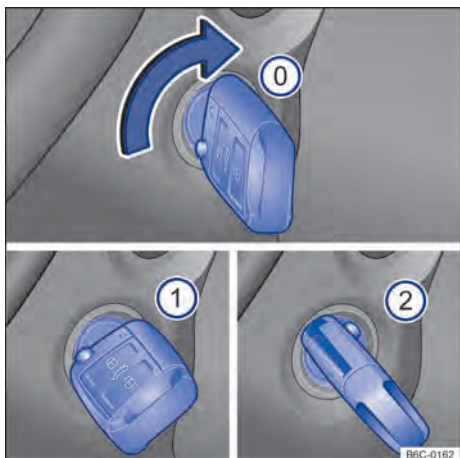

Fig. 91 Ao lado do volante, à direita: posições da chave do veículo no cilindro da ignição.
Posições da chave do veículo → Fig. 91
- ① Ignição desligada. A chave do veículo pode ser retirada.
- ① Ignição ligada.
- ② Pisar no pedal do freio (*veículos com transmissão automática*), ou no pedal da embreagem (*veículos com transmissão manual*) e ligar o motor. Quando o motor pegar, soltar a chave da ignição. Ao soltar, a chave do veículo retorna à posição → Fig. 91 ①.
- *Veículos com cilindro da ignição*: girar a chave do veículo na posição → Fig. 91 ①. A ignição está ligada. Nesse instante a luz de controle do sistema de partida aquecida ∞ irá se acender no instrumento combinado. Aguardar que a luz de controle ∞ se apague indicando o término do aquecimento do combustível (esta ação poderá ser necessária em condições de partida com o motor frio).
- *Veículos com cilindro da ignição*: girar a chave do veículo no cilindro da ignição para a posição → Fig. 91 ② – não acelerar. Quando o motor começar a funcionar, soltar a chave do veículo no cilindro da ignição.
- *Veículos com cilindro da ignição*: girar a chave do veículo no cilindro da ignição na posição → Fig. 91